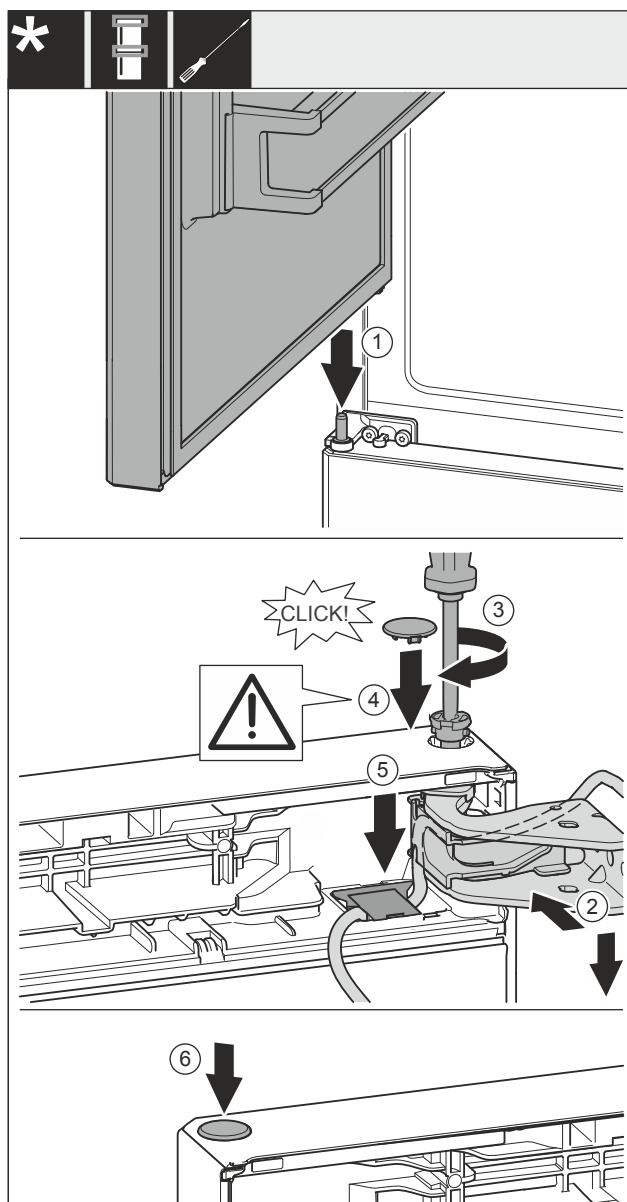

Fig. 37
- Placer la porte supérieure sur l'axe de palier central Fig. 37 (1).
- Aligner la porte en haut sur l'ouverture du support de palier Fig. 37 (2).
- Insérer l'axe Fig. 37 (3) et le serrer avec un tournevis.
- Installer le couvercle Fig. 37 (4).
- Vérifier que le couvercle Fig. 37 (4) repose bien sur la porte.
- Mettre le cache Fig. 37 (5) en place et le pousser vers le bas jusqu'à ce qu'il s'enclenche.
- Installer le couvercle Fig. 37 (6).